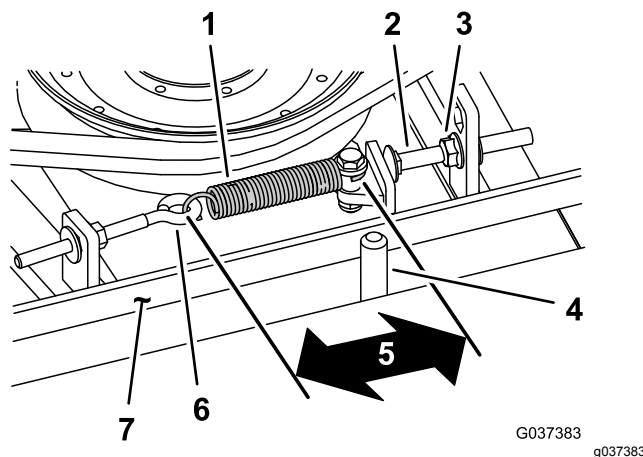

Figure 114
Lorsque le ressort d'extension est correctement tendu, l'intérieur doit mesurer (d'un crochet à l'autre) entre 8,3 et 9,5 cm. Lorsque le ressort est correctement tendu, ajustez le boulon de butée (boulon de carrosserie) jusqu'à obtention d'un jeu d'environ 2 à 5 mm entre la tête du boulon et le bras de tension (Figure 114).
**Remarque:** La courroie doit être placée du côté ressort du guide (Figure 114).
2. Desserrez le boulon à œil (Figure 114).
3. Desserrez l'écrou à embase qui fixe le boulon de butée à la patte de montage, et écarterez la poulie de tension de la courroie (Figure 114).
9. Raccrochez le ressort d'extension (Figure 114) au boulon à œil et tendez la courroie comme suit :